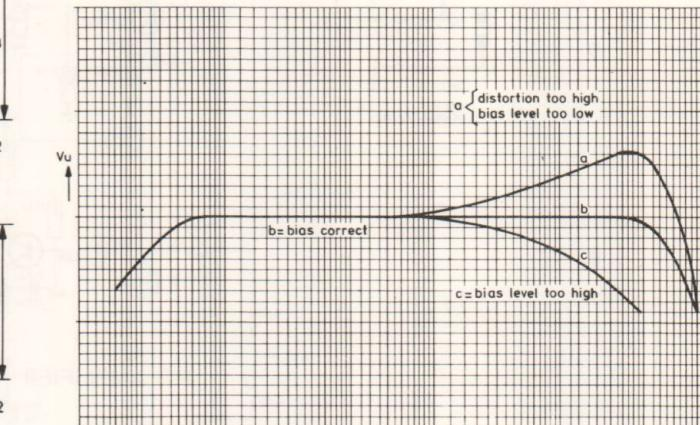

Fig. 7
- *f. When one channel is adjusted this may slightly affect the adjustment of the other channel. If the adjustment is correct the frequency response curve will be similar to curve b in Fig. 7, distortion $\leq 3\%$.
- *f. Lors du réglage d'un des canaux on pourrait constater qu'il y a incidence sur l'autre. Si le réglage est comme il faut, la courbe de fréquence aura la forme de celle de la Fig. 7 courbe b, distortion $\leq 3\%$.
- *f. Bij het instellen van het ene kanaal kan het andere iets worden beïnvloed. Bij een goede instelling zal de frequentiekarakteristiek als in Fig. 7 curve b verlopen, vervorming $\leq 3\%$.